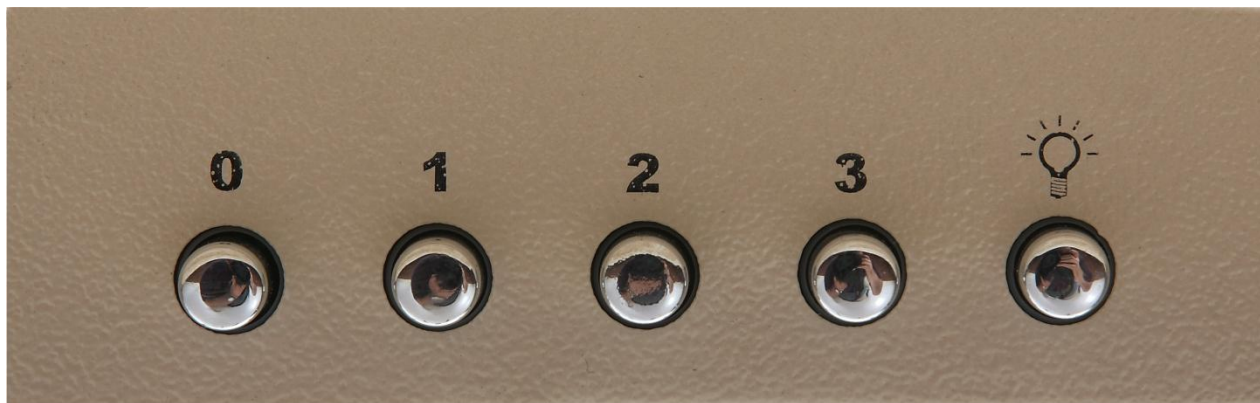

Рис.6
7.3 На нижній площині корпуса розміщений кнопковий перемикач режимів роботи і включення ламп освітлення (рис.6).